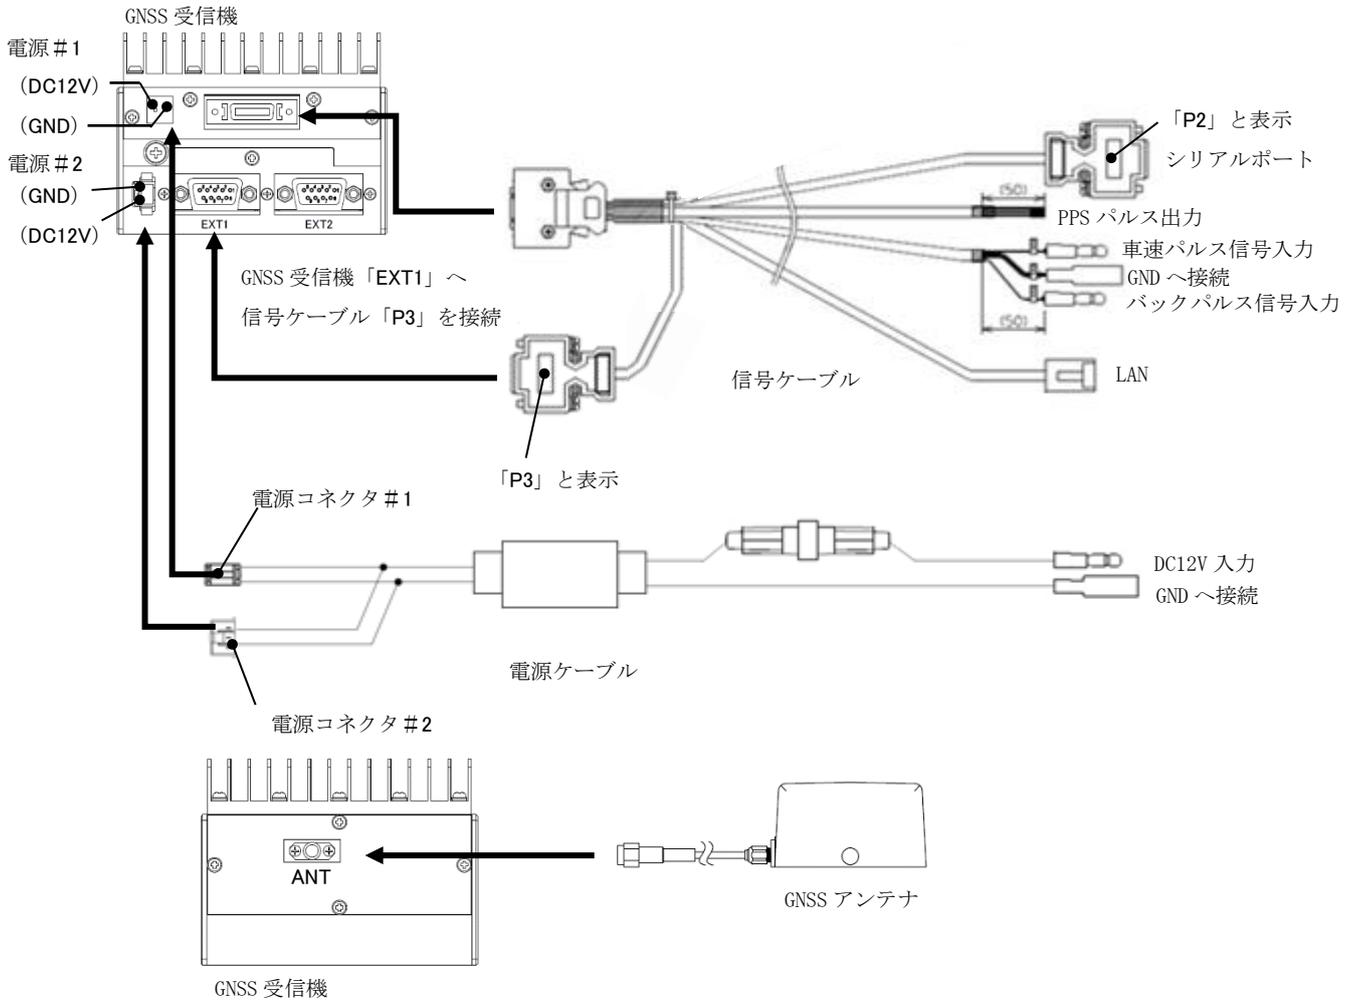

図 5-3 ケーブル接続
- ケーブル接続を図 5-3、各ポートの内容を表 5-1 に示します。